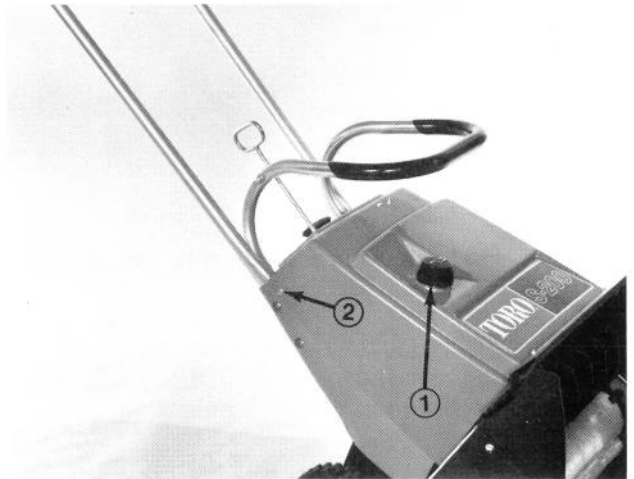

Abb. 19
2. Den Tankdeckel abnehmen (Abb. 19).
3. Die zwei Blechschrauben entfernen, mit denen die obere Verkleidung seitlich befestigt ist (Abb. 19). Dann die Verkleidung abnehmen. Den Tankdeckel wieder aufschrauben.
8. Den Tankdeckel abnehmen und die obere Verkleidung anbringen (Abb. 19). Den Tankdeckel wieder aufschrauben.
10. Die vordere Abdeckung in die Nuten der oberen Verkleidung schieben und die Seiten der oberen Verkleidung mit zwei 12,7mm langen Blechschrauben befestigen (Abb. 19).